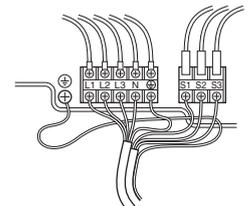

Fig. 7-2
7.1. Utomhusenhet (Fig. 7-1, Fig. 7-2)
- Hänvisa till fig. 7-1 och fig. 7-2 när kablar dras.